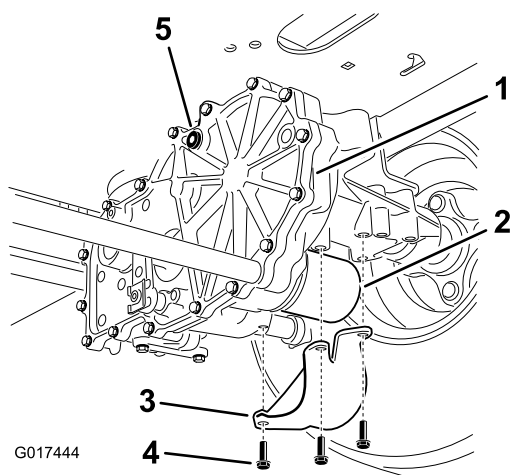

Bild 72
2. Ermitteln Sie den Filter und die Schutzvorrichtungen an jedem Getriebe (**Bild 72**).
3. Entfernen Sie die drei Schrauben, mit denen die Filterschutzvorrichtung und die Schutzvorrichtung befestigt sind (**Bild 72**).